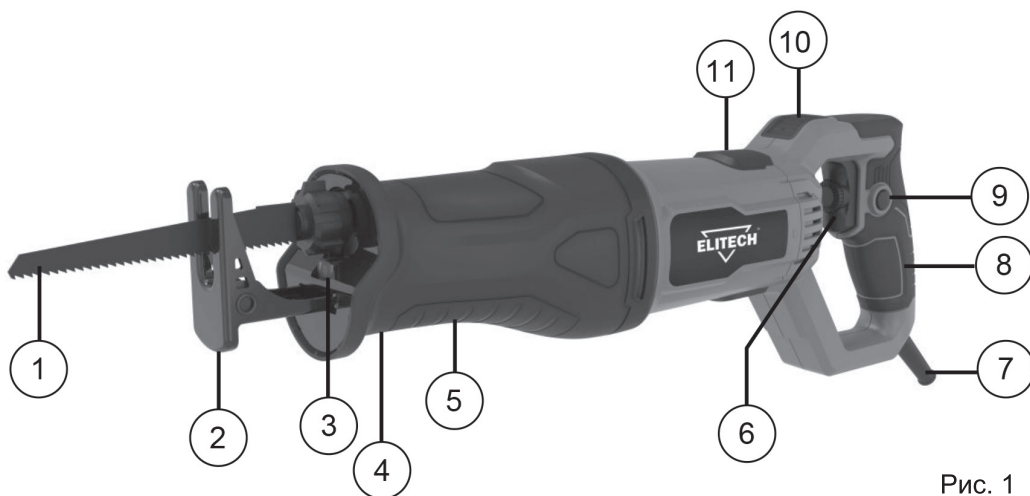

Рис. 1
Для регулировки вылета опорного башмака 2 (Рис. 1) нажмите на кнопку фиксации 4 (Рис. 1) и отрегулируйте вылет башмака (3 положения). Отпустите кнопку фиксации. Башмак должен надежно зафиксироваться в выбранном положении. Проверьте фиксацию опорного башмака перед началом работы.
Регулятор частоты вращения двигателя расположен на выключателе 6 (Рис. 1). Регулятор частоты вращения двигателя ограничивает максимальную скорость вращения при полностью выжатом выключателе. Для увеличения скорости вращения необходимо крутить регулятор в сторону «+», для уменьшения в сторону «-».
Нажмите кнопку фиксации поворотной рукоятки 10 (Рис. 1), поверните переднюю часть инструмента в одно из 3 положений, отмеченных рисками на корпусе инструмента.
2. Нажмите на выключатель 6 (Рис. 1)
3. Для останова пилы отпустите выключатель 6 (Рис. 1).
Для непрерывной работы инструмента нажмите на выключатель 6 (Рис. 1), не отпуская выключатель, нажмите на кнопку фиксации выключателя 9 (Рис. 1) и отпустите выключатель. Выключатель зафиксируется во включенном положении. Для отключения фиксированного положения выключателя нажмите на выключатель и отпустите его.